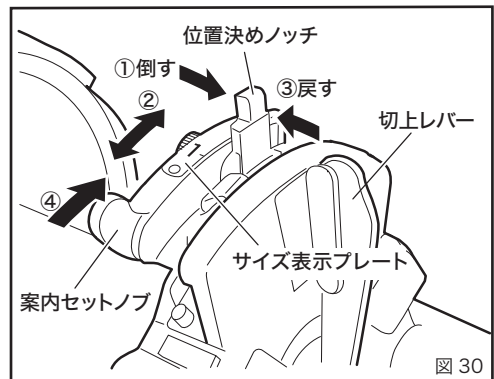
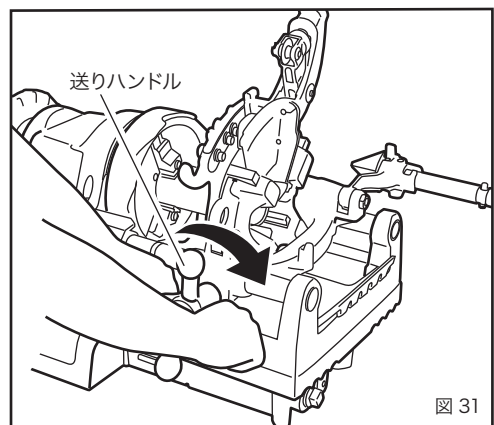

図 30
図 31
サイズ変更する場合 (図 30)
- ①位置決めノッチを図 30 の矢印①の方向に倒す。
- ②サイズ表示プレートに表示されている希望のパイプサイズに位置決めノッチを合わせる。(矢印②)
- ③位置決めノッチを矢印③の方向に倒しながら、ノッチの溝に位置決めピンをはめ込む。
2. 案内セットノブを矢印④の方向に止まるまで押すと、ダイヘッドはセットの位置になります。スイッチを入ると、オイルはダイヘッドから自動的に注油されます。
3. 送りハンドルを時計方向に回して、パイプにダイヘッドを押しつけ、チェーザを食いつかせてください。(図 31)
案内セットノブ (図 30 参照) を押し上げてダイヘッドをねじ切りのセット状態にします。そしてパイプにねじを切っていきますと、パイプ端面が切上げレバーにあたり、徐々に押し出していきます。パイプに切られたねじが規定長さになりますと、切上げレバーが押し上げられ、チェーザがパイプから離れねじ切りが終わります。(図 33-1)